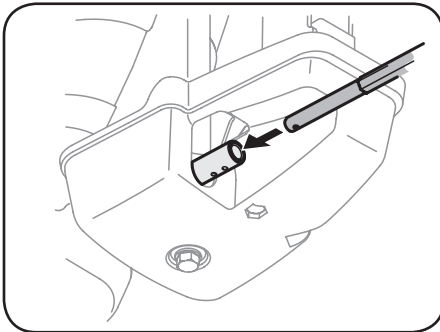

Figure 2-14
2. Insérez l'extrémité ronde de la tige de commande de la goulotte (trou se dirigeant vers le haut) au fond dans la commande de la goulotte. Voir la Figure 2-14.